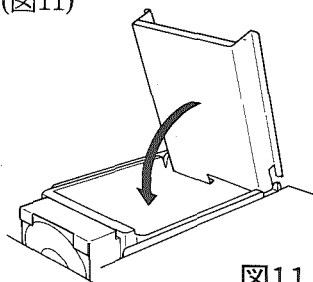

図11
21. フィルターユニットのシールド板をもとに戻します。100Wファイナルユニットからでている同軸ケーブルがシールド板の下にいかないようにしてください。14S端子の線材のコネクタのチューブがシールド板にあたりませんが、押さえつけるようにしてください。(図11)